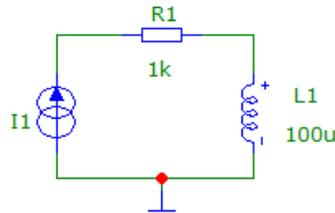

Рис. 6.3 – Схема для исследования катушки индуктивности с источником переменного тока
15. Заменить источник напряжения  $V1$  источником тока  $I1$  (источник типа *Current Source*) (Рис. 6.3). Задать в источнике треугольный ток с амплитудой  $I2 = 1$  А. Время нарастания напряжения  $TR = 1$  мс, время спада  $TF = 1$  мс, период  $PER = 2$  мс. Задержка  $TD = 0$ , длительность вершины  $PW = 0$ , начальное значение тока  $I1=0$
1. Для схемы Рис. 6.3 задать в источнике  $I1$  формирование прямоугольных импульсов тока (начальное значение тока  $I1 = 0$ , амплитуда импульсов тока  $I2 = 1$  А, задержка  $TD = 0$ , время нарастания импульса  $TR = 30$  мкс, время спада импульса  $TD=30$  мкс, длительность вершины импульса  $PW = 1$  мс, период  $PER = 2$  мс).